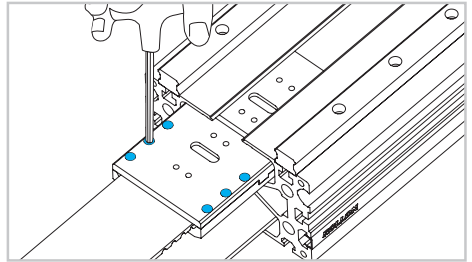

Fig. 14
- 15) Verschieben des innenliegenden Mitnehmers bis zum Umlenkkopf. Lösen Sie die Riemenspannschrauben und ziehen Sie den Riemen heraus (Abb. 14).
- 18) Verschieben des innenliegenden Mitnehmers bis zum Antriebskopf und entfernen Sie die Riemenspannschrauben (Abb. 14).